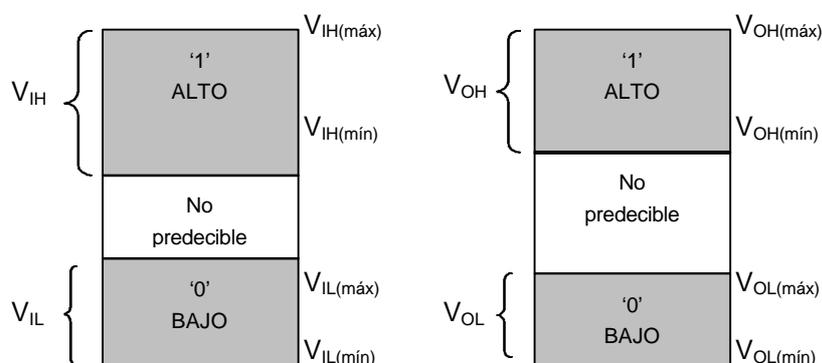

Figura 4-3. Niveles lógicos.
- $V_{ILm\acute{a}x}$  (Figura 4-3) : Voltaje máximo permitido en una entrada para que ésta se interprete como '0' (BAJO). Un valor de tensión de entrada superior a éste dejaría de ser considerado como nivel lógico bajo.
- $V_{IHm\acute{i}n}$  (Figura 4-3): Voltaje mínimo requerido en una entrada para que ésta se interprete como '1' (ALTO). Un valor de tensión de entrada inferior a éste dejaría de ser considerado como nivel lógico alto.